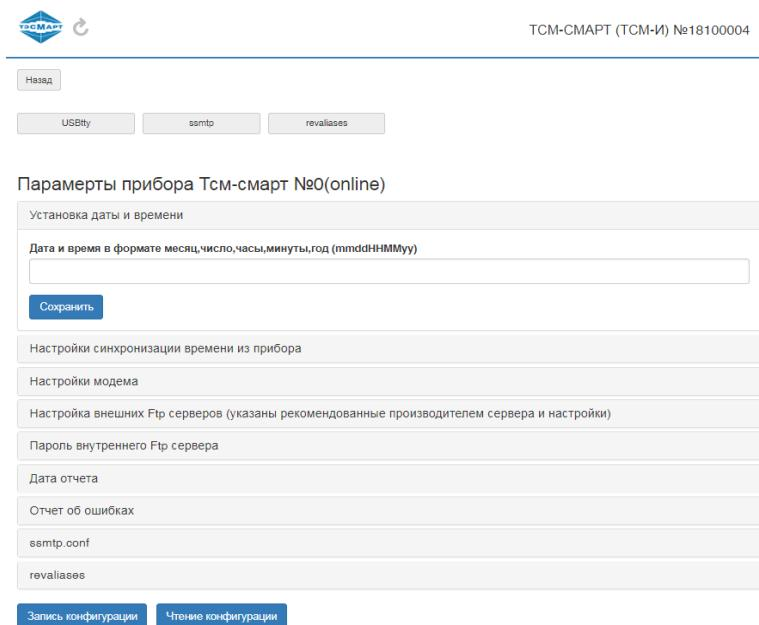

Рис.7.4
- нажимаем кнопку «Чтение конфигурации» (рис. 7.4);